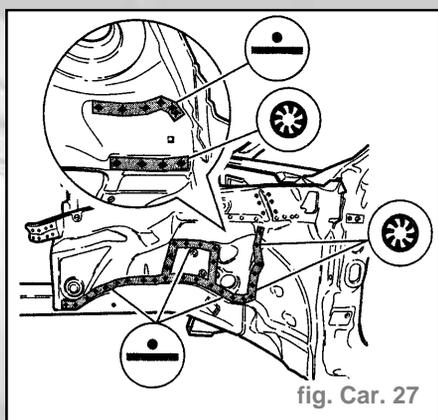

fig. Car. 27
- Souder à la pointeuse électrique le passage de roue sur le renfort inférieur (fig. Car. 27).